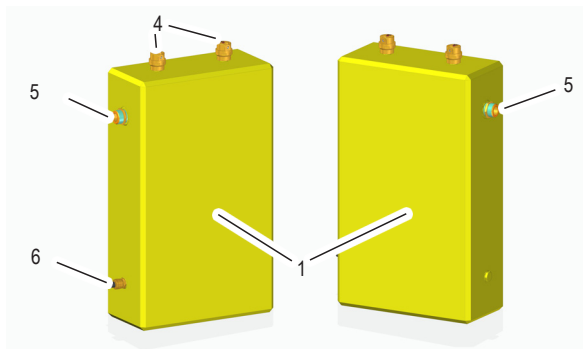

fig. 3
**ITALIANO** Pre-montare sul serbatoio inerziale (ID=1 Tab. 1 / fig. 3) i componenti: valvola sfiato aria 1/4" (ID=4 Tab. 1 / fig. 3), nipples 1" (ID=5 Tab. 1 / fig. 3) e rubinetto scarico acqua (ID=6 Tab. 1 / fig. 3).
**ENGLISH** Pre-assemble the following components on the inertial tank (ID = 1 Tab. 1 / fig. 3): 1/4 "air vent valve (ID = 4 Tab. 1 / fig. 3), nipples 1" (ID = 5 Tab. 1 / fig. 3) and water drain cock (ID = 6 Tab. 1 / fig. 3).
**ESPAÑOL** Monte previamente en el depósito inercial (ID=1 Tab. 1 / fig. 3) los componentes: válvula de purga de aire 1/4" (ID=4 Tab. 1 / fig. 3), nipples 1" (ID=5 Tab. 1 / fig. 3) y grifo de descarga de agua (ID=6 Tab. 1 / fig. 3).
**PORTUGUÊS** No depósito de inércia (ID=1 Tab. 1 / fig. 3), pré-monte os seguintes componentes: válvula de expurgo de ar 1/4" (ID=4 Tab. 1 / fig. 3), uniões roscadas 1" (ID=5 Tab. 1 / fig. 3) e torneira de descarga de água (ID=6 Tab. 1 / fig. 3).
**FRANÇAIS** Prémonter sur le réservoir tampon (ID=1 Tab. 1 / fig. 3) les composants : purgeur d'air 1/4" (ID=4 Tab. 1 / fig. 3), mamelons 1" (ID=5 Tab. 1 / fig. 3) et robinet de vidange de l'eau (ID=6 Tab. 1 / fig. 3).
**БЪЛГАРСКИ** Предварително монтирайте на началнич резервоар (ID=1 Tab. 1 / fig. 3) компонентите: обезвъздушителен клапан 1/4" (ID=4 Tab. 1 / fig. 3), дюзи 1" (ID=5 Tab. 1 / fig. 3) и кран за разтоварване на вода (ID=6 Tab. 1 / fig. 3).
**ROMÂNĂ** Pre-asamblați pe rezervoarul de acumulare (ID=1 Tab. 1 / fig. 3) componentele: supapa de aerisire de 1/4" (ID=4 Tab. 1 / fig. 3), niplurile de 1" (ID=5 Tab. 1 / fig. 3) și robinetul de scurgere a apei (ID=6 Tab. 1 / fig. 3).
**SHQIP** Para-montoni serbatorin inercial (ID=1 Tab. 1 / fig. 3) përbërësit: valvula e shfryrjes së ajrit 1/4" (ID=4 Tab. 1 / fig. 3), nippli 1" (ID=5 Tab. 1 / fig. 3) dhe rubineti i shkarkimit të ujit (ID=6 Tab. 1 / fig. 3).